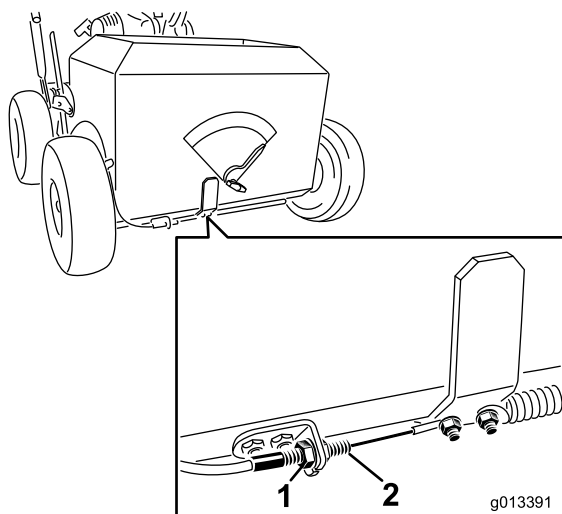

Figure 27
4. Desserrez les écrous sur le câble de commande du volet de distribution (voir Figure 27).